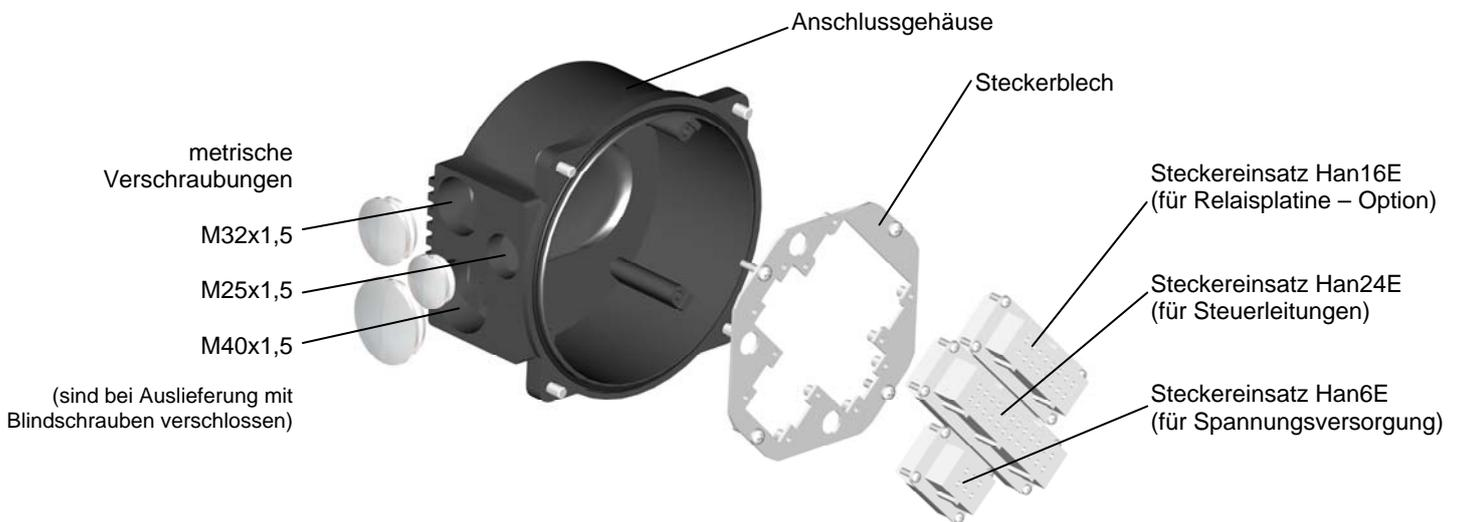
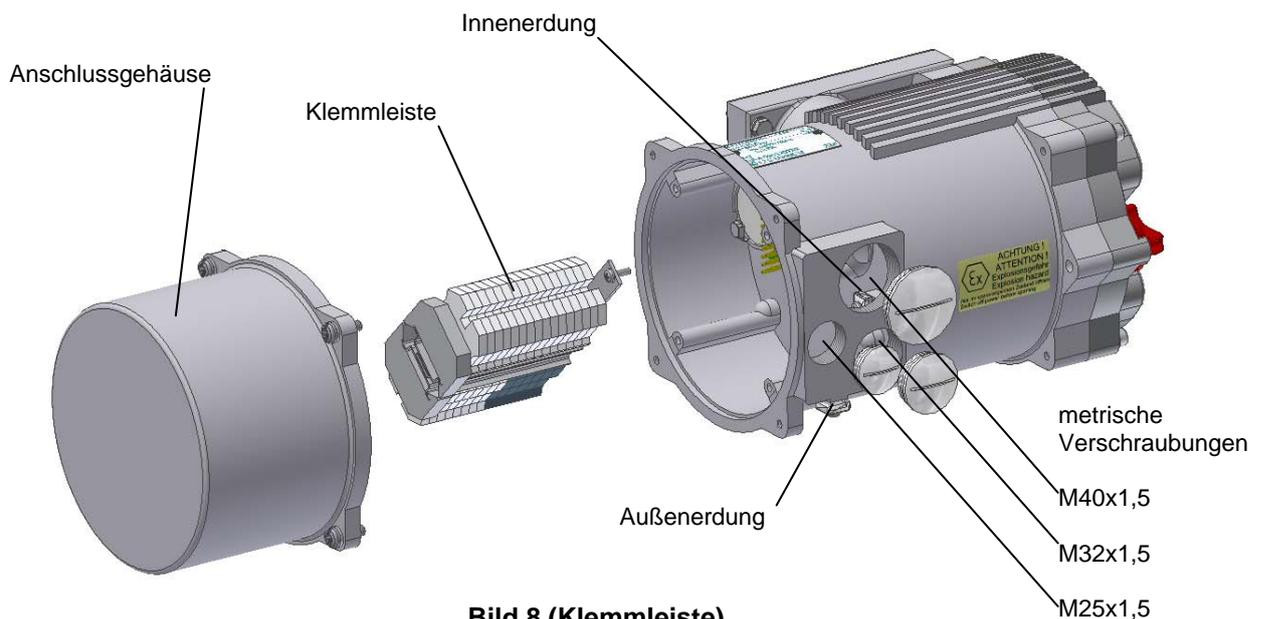

Bild 7 (Steckerdeckel)
Bild 8 (Klemmleiste)
- Anschluss von Steuerleitung und Motor über Stecker (siehe Bild 7) mit Schraubanschluss ($I_n=16A$): Der maximale Leiterquerschnitt beträgt $2,5\text{mm}^2$
- Bei **explosionssgeschützten Stellantrieben** bzw. auf Bestellung Anschluss des Stellantriebes über Klemmleiste (siehe Bild 8): Der maximale Leiterquerschnitt für die Steuerung beträgt $2,5\text{mm}^2$ und für den Leistungsanschluss 4mm^2 .
Die Verdrahtung erfolgt über einen von den Steuersignalen separaten 6-poligen Stecker. (siehe Bild 7 - Steckereinsatz Han6E) oder über die Klemmleiste an L1, L2 u. L3. (siehe Bild 8)